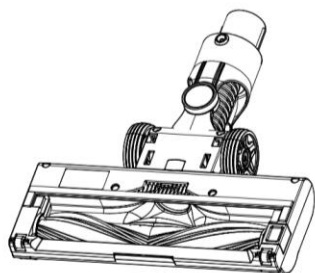

Figure 1.
1. Távolítsa el az elektromos padlókefét a főegységről a korábban leírtak szerint, majd fordítsa meg a padlókefét (Figure 1).